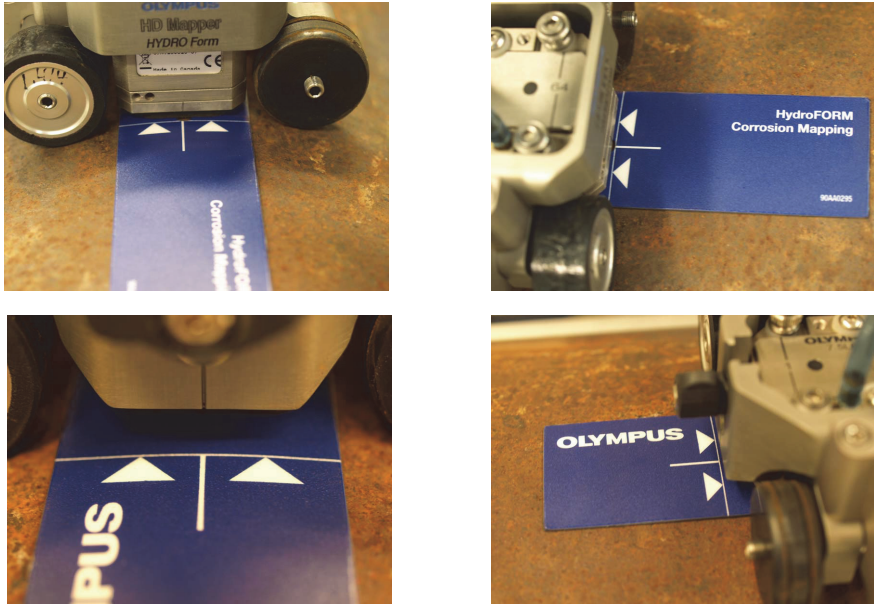

图 2-18 放置在 HydroFORM 下面并正确对齐的模板
2. 将模板放置在 HydroFORM 扫查器的下面，确保扫查器与模板正确对齐。（在 HydroFORM 开始移动之前，必须要正确放置模板。参见第 39 页的图 2-18。）